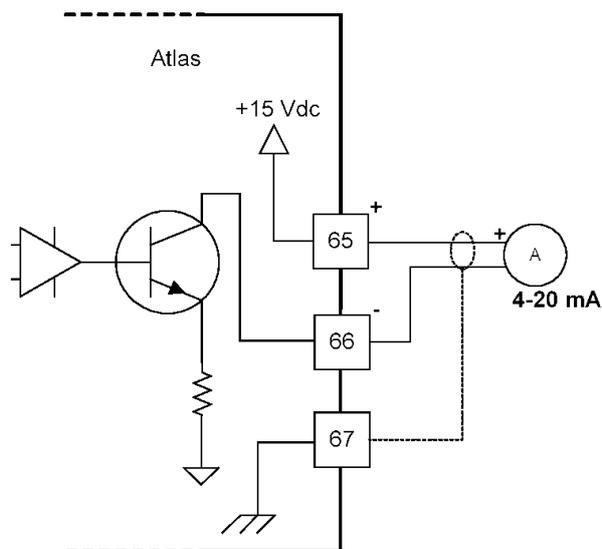

図 4-7. アナログ出力と SmartCore ボードのインタフェース (配線方法の 1 例)
- アナログ出力の配線については図 4-7 を参照してください。